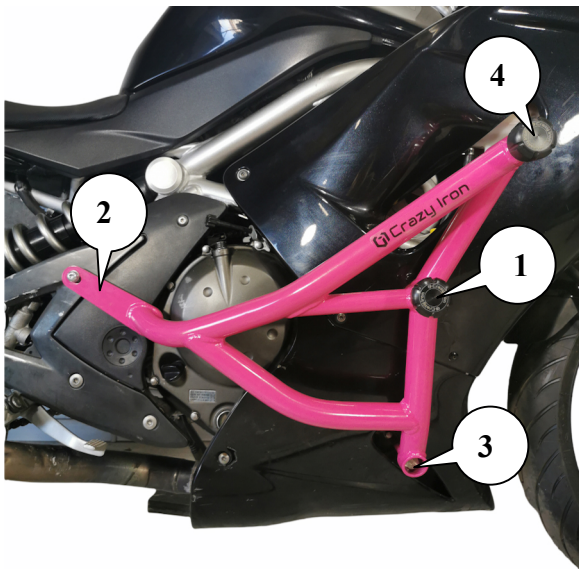

Рис.1. Установленная клетка вид справа
3. Приложите правую половину клетки к точке крепления правой стороны 1 (как это показано на рис.1).
6. Совместите крепежные отверстия на мотоцикле с монтажным отверстием в клетке точки №2 (см. рис.1) на правой стороне мотоцикла. Клетка при этом предварительно зафиксирована в точке №1.